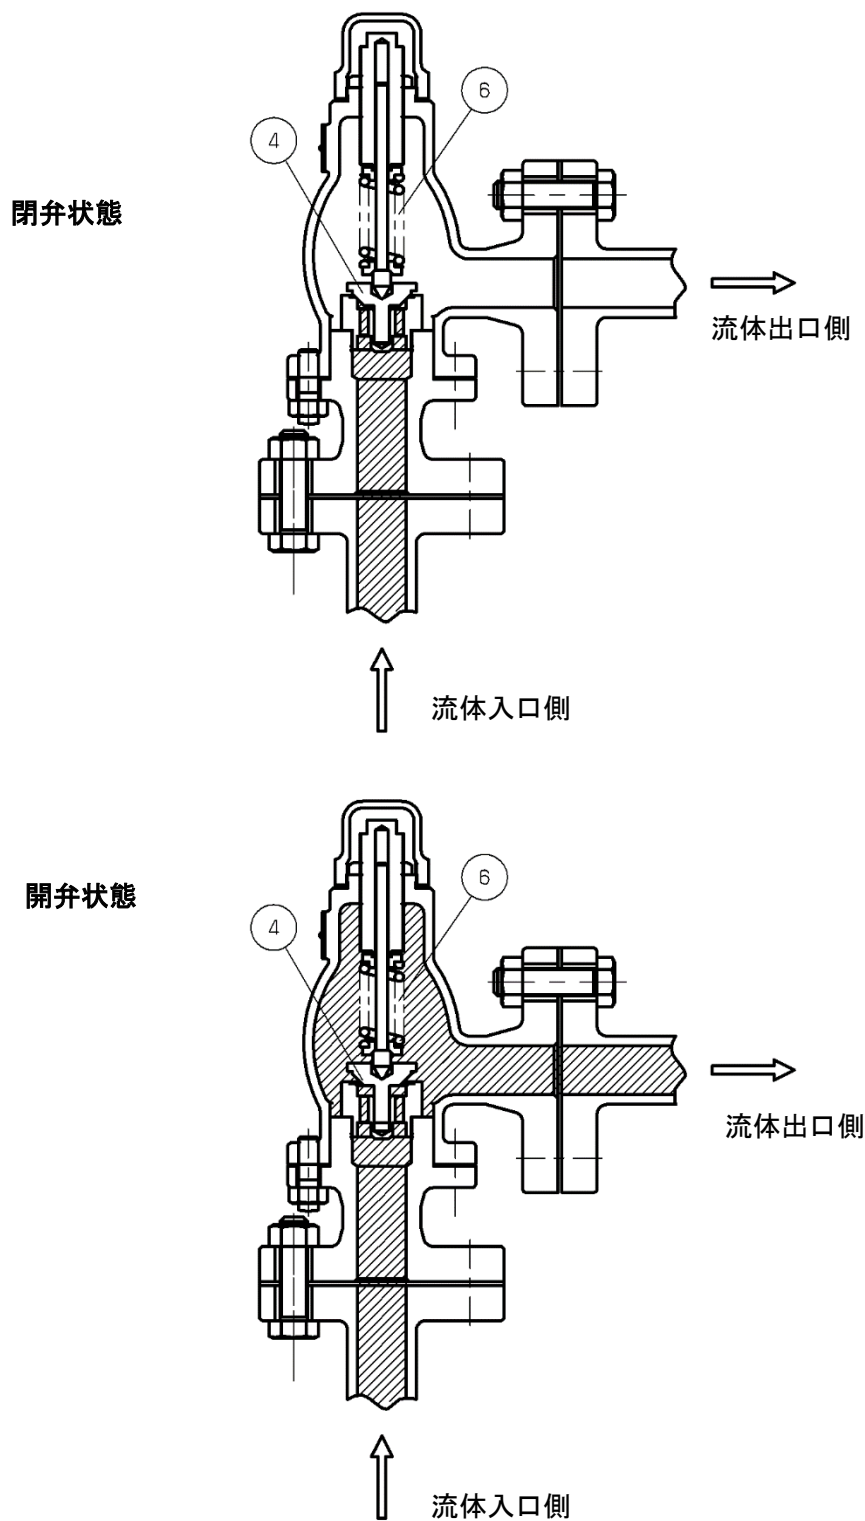

図3.作動説明図
リリーフ弁の入口側の圧力が高くなり、設定圧力に近づくと、弁体④を押し上げようとする流体の力が、弁体④を押し下げているばね⑥の力に近づき、さらに圧力が上昇すると弁体④が開き、流体を放出します。入口側圧力に応じて弁体の開度が変わり、圧力が制御されます。(図3.を参照)